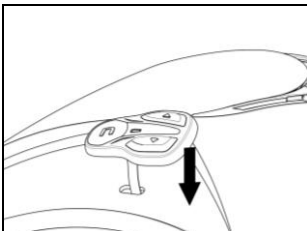

Abb. 4
- Führen Sie das Kabel der Tastenvorrichtung durch die auf der Außenfläche der Helmschale vorhandene Öffnung (Abb. 4).